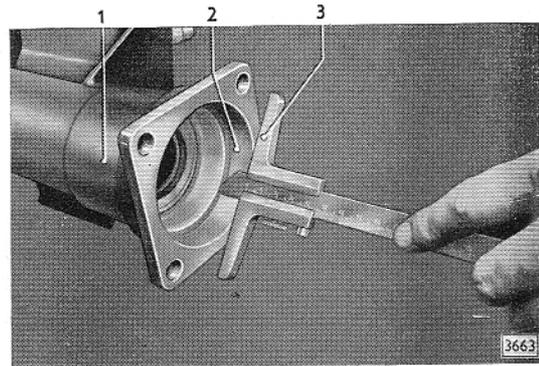

Bild 15 - Tiefe des Kugellagersitzes messen
- a) Tiefe des Kugellagersitzes im Hinterachstragrohr mit Tiefenmaß messen (Bild 15).